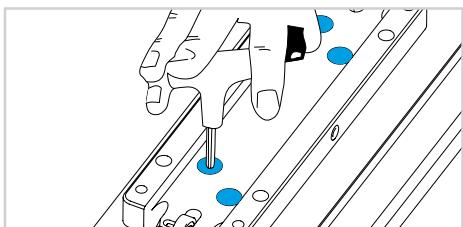

图 7
- 7) 卸下顶部滑架，以便接触到内部零件。松开螺丝，抬起已被松开的零件（图 7）。